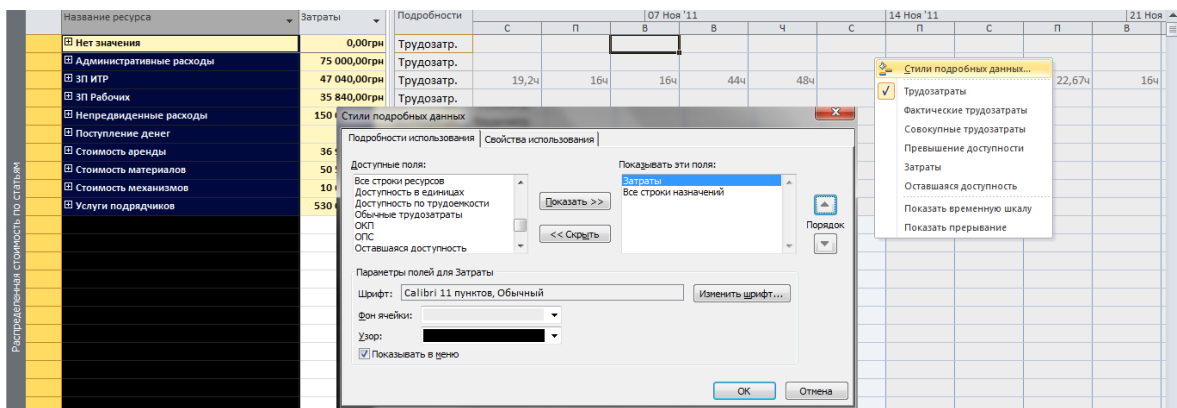

Рисунок 9.21 Настройка повременного представления
8. Перенести из раздела «Доступные поля» в раздел «Показывать эти поля» поле «Затраты», Рисунок 9.21, и нажать «ОК»;